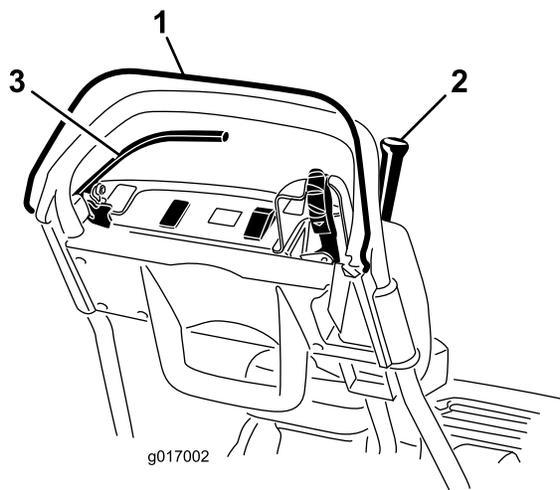

Рисунок 27
3. Попробуйте привести в действие рычаг управления тягой при ненажатом механизме контроля присутствия оператора (Рисунок 27). Рычаг управления тягой не должен включаться. Если рычаг управления тягой включается, система блокировки нуждается в обслуживании. Устраните неисправность до начала работы на машине; см. Обслуживание блокировочного выключателя тяги \(страница 40\).
4. При нажатом механизме контроля присутствия оператора и включенном рычаге управления тягой отпустите механизм контроля присутствия оператора (Рисунок 27). Рычаг управления тягой должен отключиться. Если рычаг управления тягой не отключается, то система блокировки нуждается в ремонте. Устраните неисправность до начала работы на машине. См. Обслуживание блокировочного выключателя тяги \(страница 40\).
5. При нажатой рукоятке КПО передвиньте рычаг влево, чтобы включить привод барабана и тяговый привод, а затем отпустите рукоятку КПО (Рисунок 27). Рычаг
2. Нажмите механизм КПО и включите рычаг управления тягой (Рисунок 27).